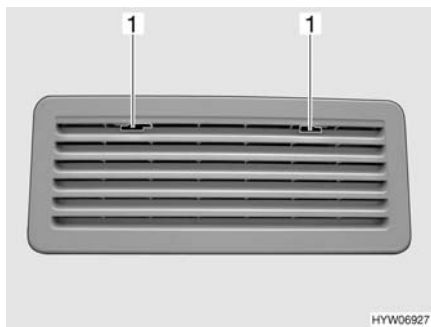

Fig. 107 Griglia di aerazione del frigorifero
- Spingere verso il centro l'arresto (Fig. 107,1).